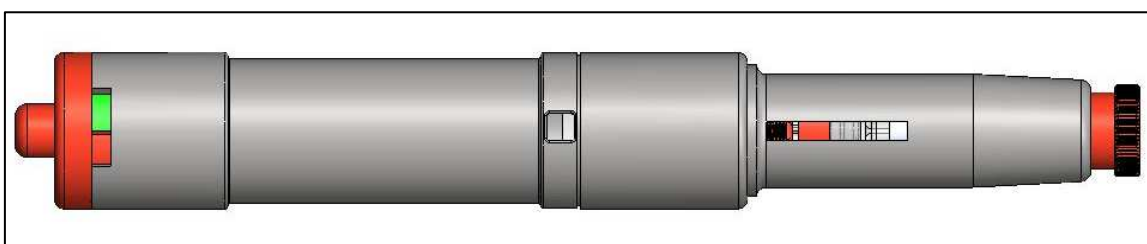

Fig. 7
7. Correr la perilla de la Traba de seguridad del pulsador para que en la ventana se visualice el color VERDE que indica que el dispositivo esta listo para inyectar, Fig. 7